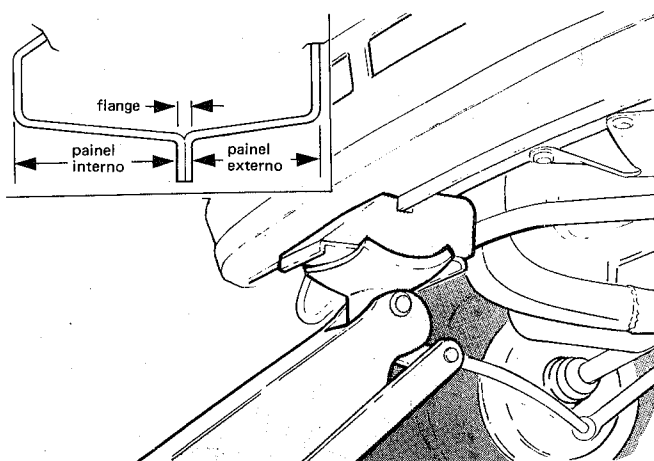

fig. 7
1. Calçar as rodas traseiras e posicionar o macaco tipo jacaré, na travessa dianteira (fig. 7)